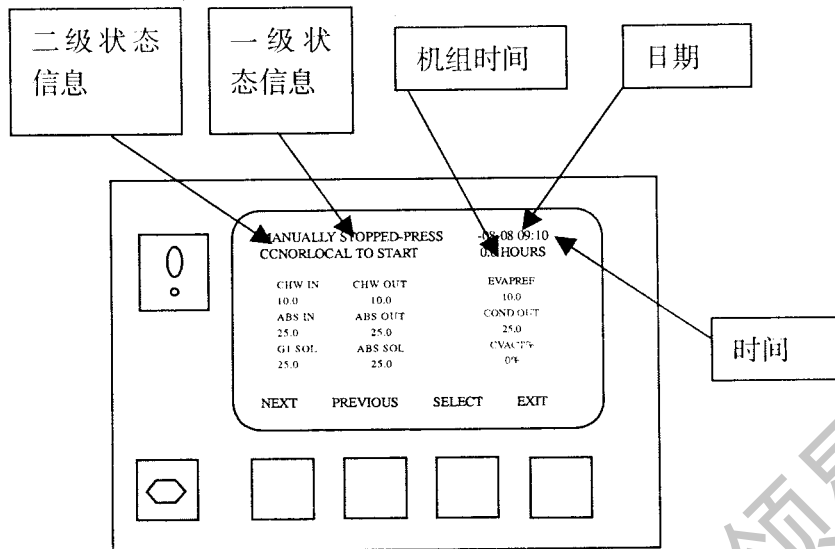

Fig.3-1 ICVC 标准显示屏幕
①如果在 15 分钟内不碰触按键并且此时机组不处于 PULLDOWN 的模式下，ICVC 显示回自动回复到标准模式。（图 3-1）